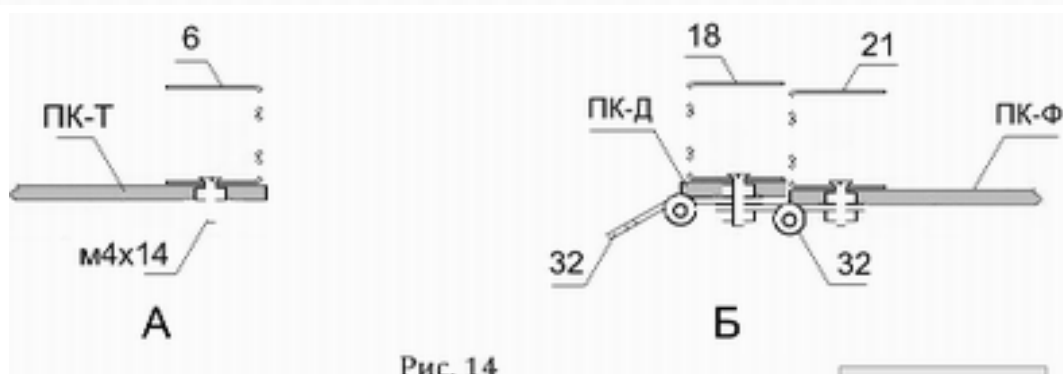
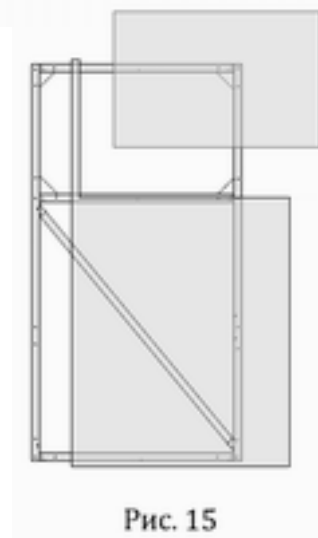

Рис. 14
Рис. 15
3.2.5. В местах крепления петель на стойке дверного проёма №6 в поликарбонате сделайте отверстия. С внутренней стороны профиля установите винты м4х14 и затяните гайками со стороны покрытия торца так, чтобы гайка утонула в поликарбонате (рис.14 -А).
3.2.6. Временно закрепите петли на каркасе форточка и двери. Установите дверь в дверной проём и закрепите петли №32 гайками м4 на выступающих винтах м4х14 на стойке №6. Положите вырезанное покрытие (п.3.2.4) к каркасу двери и закрепите саморезами с оцинкованными шайбами по линии притвора и средней части двери и форточка. По линии крепления петель сделайте отверстия в ПК вдоль стойки двери и форточка. Вырежьте форточка (рис. 15). Отсоедините петли двери и форточка и произведите крепление покрытия. Закрепите винты м4х14 и петли (рис. 14-Б). Присоедините дверь к торцу.